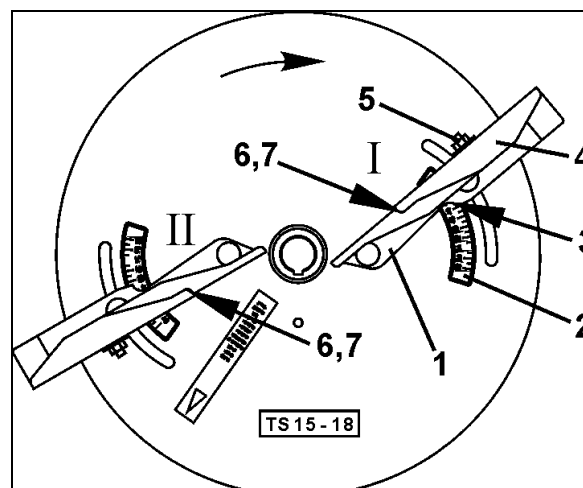

Fig. 73
1. Ablesekante (Fig. 73/7) der Schaufel "I" auf Buchstabenwert "**B**" einstellen und Schaufelaußenteil befestigen. Schaufel "I" auf Zahlenwert "**51**" verschwenken und befestigen.
2. Ablesekante (Fig. 73/7) der Schaufel "II" auf Buchstabenwert "**E**" einstellen und Schaufelaußenteil befestigen. Schaufel "II" auf Zahlenwert "**42**" verschwenken und befestigen.